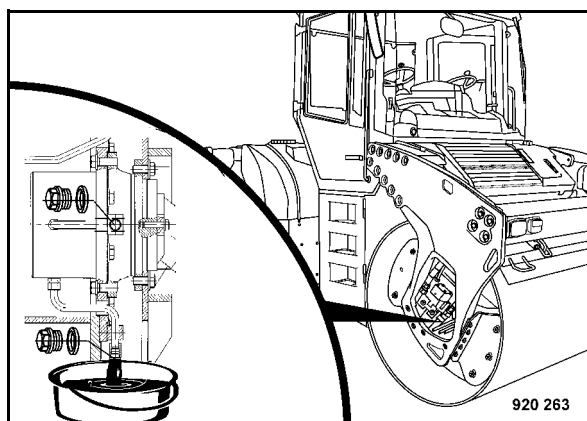

Fig. 159
- Pulire e svitare il tappo di riempimento e quello di scarico (Fig. 159).